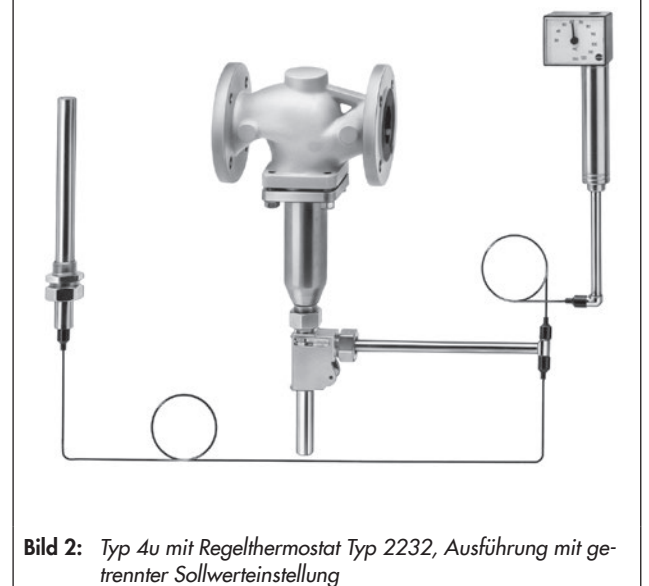

Bild 2: Typ 4u mit Regelthermostat Typ 2232, Ausführung mit getrennter SollwertEinstellung
- **Typ 2422/2232** (Bild 2) · mit Ventil Typ 2422 und Regelthermostat Typ 2232 für Flüssigkeiten und Dampf · getrennte SollwertEinstellung · Sollwerte von -10 bis $+250$ °C